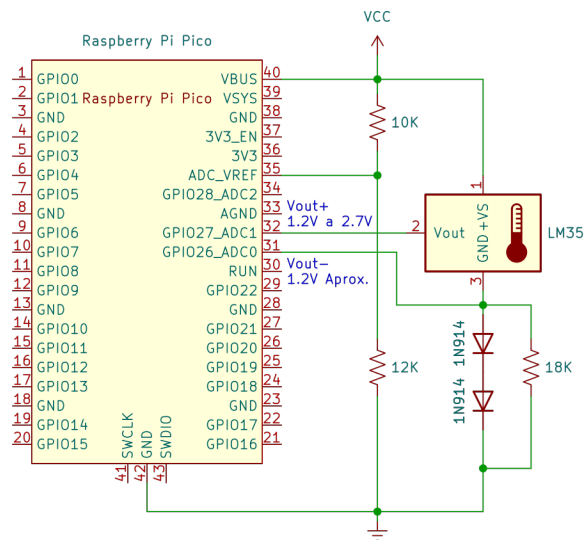

Figura 2: Circuito medidor de temperatura LM35 con el RP2040
En lo concerniente al RP040, éste incorpora un convertidor analógico-digital de 12 bits con soporte para voltaje de referencia V_{Ref+} , denominado *ADC_VREF* según las especificaciones del mismo [2]. Considerando que el LM35 en rango completo entrega hasta 2.05V ($10mV \times (150 - -55) = 2.05V$) la mayor parte de los 4096 valores jamás serán ocupados. Por este motivo, conviene sacar partido del pin de voltaje de referencia *ADC_VREF* del RP2040 mediante un divisor de voltaje (véase Figura 2). En consecuencia, el pin *ADC_VREF* requerirá de un divisor de voltaje con salida de 2.73V tal como se muestra en la Figura 2 para dar mayor precisión al convertidor A/D.
1. Alambre el circuito mostrado en la Figura 2.
El proceso de alambrado de esta práctica considera dos circuitos. El primer circuito, mostrado en la Figura 2, permite obtener valores discretos del sensor de temperatura LM35. El segundo circuito (Figura 4) consiste en la interfaz de conexión vía I²C entre el microcontrolador que lee el LM35 y la Raspberry Pi que genera los reportes y grafica los resultados.